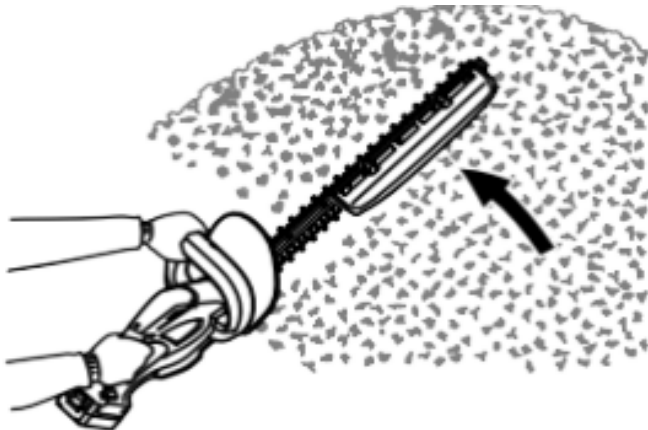

Рисунок 8. Схема підстригання зелених насаджень для надання округлої форми.
4. Увімкнути кущоріз та виконати заплановані роботи з надання форми декоративним насадженням. Для надання круглої форми (для декоративних кущів), підстригання слід вести від кореня до верхівки для красивого завершення (дивись рис. 8).